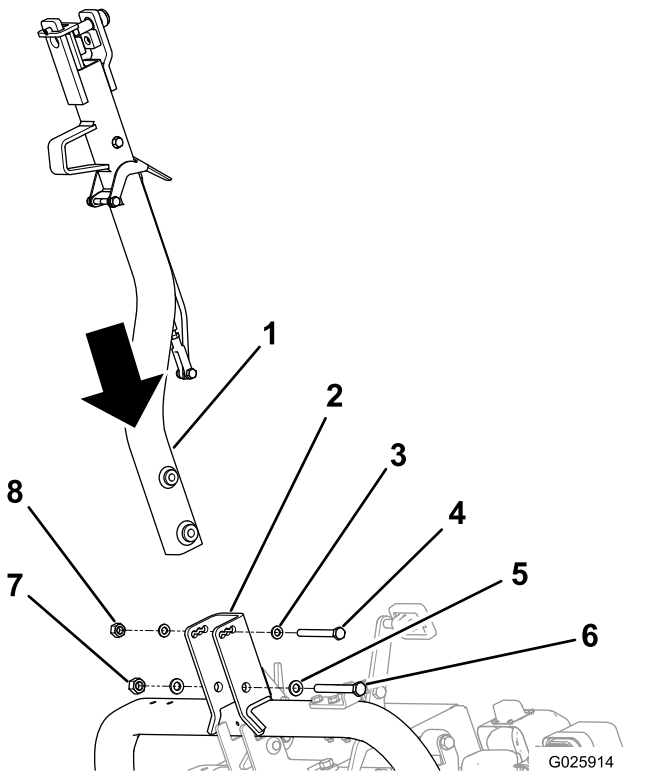

Bild 5
- Schraube, M10 x 30 mm (4)
- Sicherungsscheibe, M10 (4)
- Scheibe, M10 (4)
- Mutter, M10 (4)
- Riegelhalterung (5)
2. Befestigen Sie die Anbauvorrichtung mit den entsprechenden Befestigungen an der Schwenkhalterung der Anbauvorrichtung, siehe Bild 5.